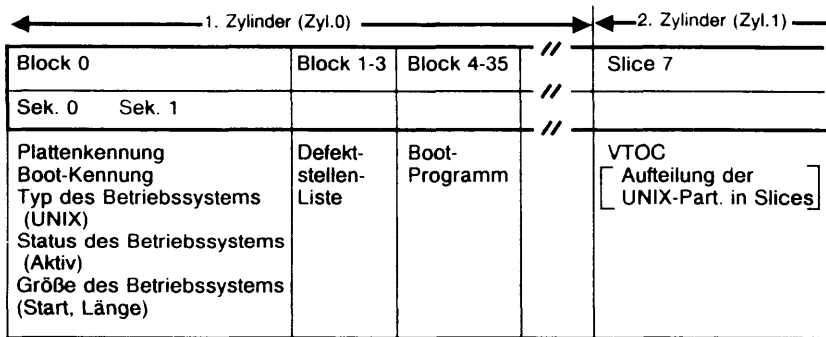

Abb. 1 Verwaltungsbereich einer Festplatte
- Verwaltungsbereich (s. Abb. 1)